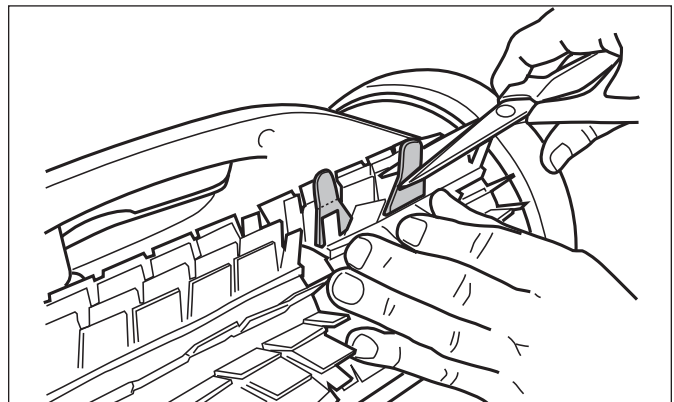

Figure 31. Couper les pinces de fixation
5. Utiliser des ciseaux pour couper les onglets à 3/4 pouce du talon, de sorte qu'ils ne soient pas plus haut que les pointes, comme illustré à la Figure 31.